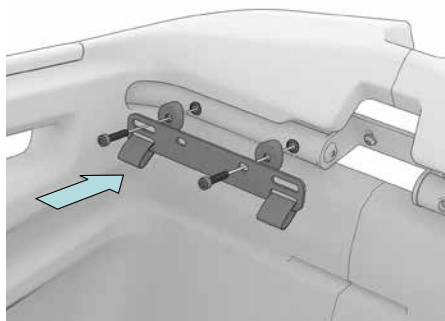

Fig. 6 Montage sur un côté, partie de tête de la coque bébé fixée.
Installez une rondelle (4) sous la tête de chaque vis à tête cylindrique (2) et faites les passer dans les tôles de fixation. Les trous à utiliser dépendent de la position de montage dans le casier (fig. 6, 7, 8 et 9).
Derrière la tôle de fixation, installez une rondelle adaptatrice sur chaque fût de vis ①, avec la partie concave en direction du rail. Bloquez la vis installée avec un joint torique ③. Puis vissez les tôles de fixation avant et arrière sur les rails supérieurs (clé Allen de 5, couple de serrage : 5–8 Nm) (fig. 6, 7, 8 et 9).